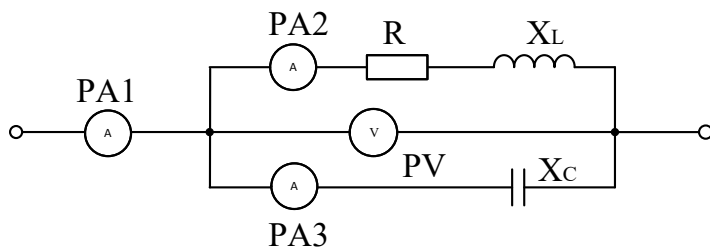

Рис.4.7
4.22. Задача. Показания приборов: $U=160$ В, $I_1=2$ А, $I_2=8,246$ А, $I_3=8$ А. В цепи резонанс токов. Вычислить параметры схемы: R , X_L , X_C , а также L и C , если $f=50$ Гц (рис. 4.7).